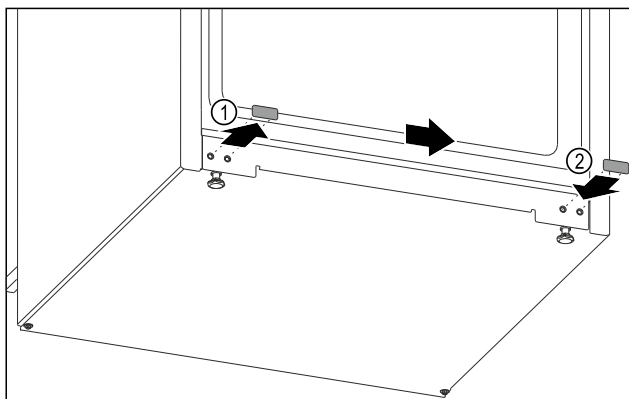

Fig. 12
- Hiqni tapat mbuluese. Fig. 12 (1)
- Vendosni tapat mbuluese në anën e kundërt. Fig. 12 (2)